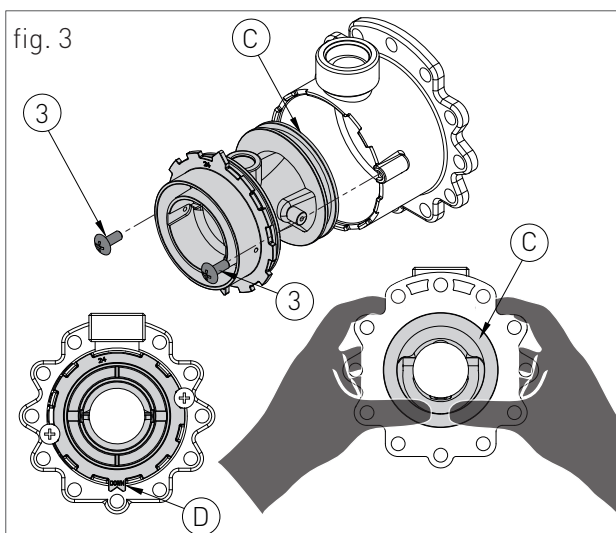

fig. 3
- › soltar los dos tornillos '3' (fig.3) y presionar sobre la parte posterior del venturi 'C' (fig.3);
- › sustituir el venturi con el adecuado para el tipo de gas de suministro y asegurarse de que el diente 'D' (fig.3) se ajusta hacia abajo en el cuerpo de aluminio (ver fig.3);